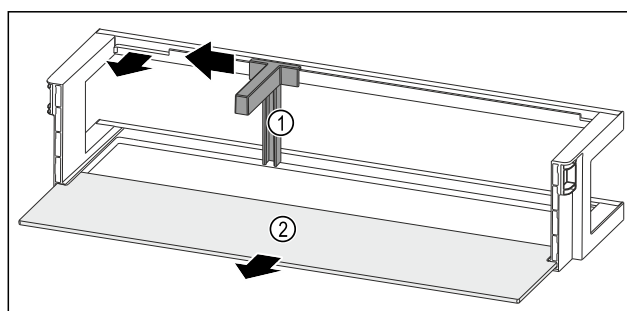

Fig. 240 Balconcino controporta con fermabottiglie e ripiano
- Spingere il fermabottiglie Fig. 240 (1) lateralmente fino all'incavo.
- Rimuovere il fermabottiglie Fig. 240 (1).
- Rimuovere il ripiano Fig. 240 (2).